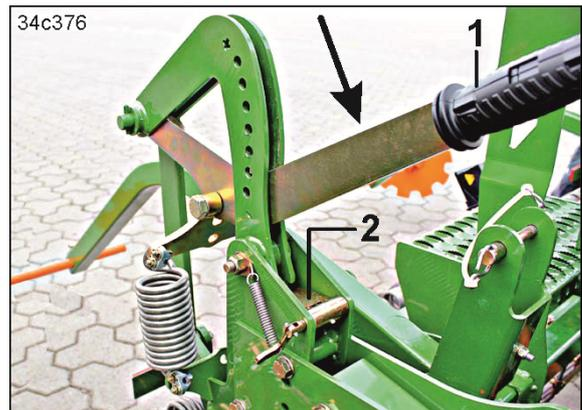

Fig. 147
4. Presionar sobre la palanca (Fig. 147/1) hasta que se enclave en la chapa de compresión (Fig. 147/2) en dirección a la flecha.